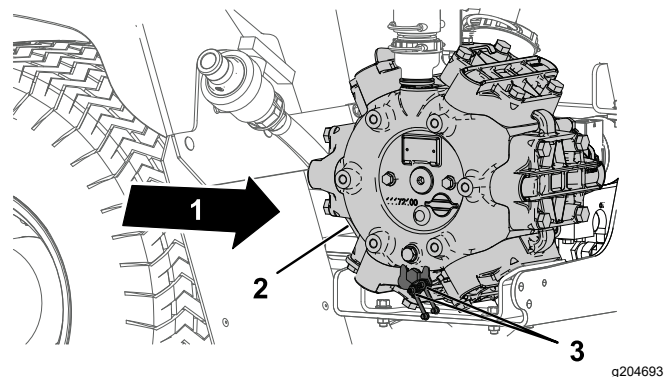

Figura 66
1. Limpie los 2 engrasadores remotos (Figura 66).
2. Bombee grasa en el engrasador remoto (Figura 66).